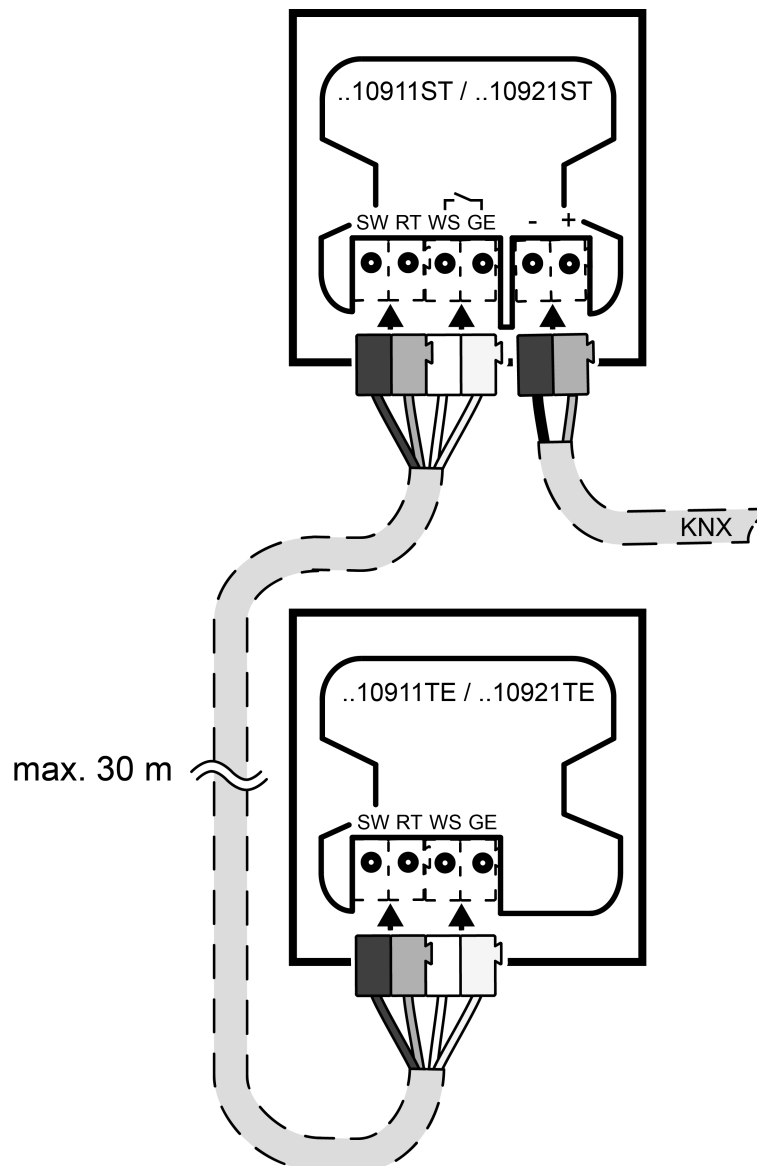

Bild 6: Taster Erweiterung anschließen
- Optional: Taster Erweiterung (siehe Zubehör) an Verbindungsklemme anschließen (siehe Bild 6).
Taster Erweiterung anschließen (siehe Bild 6)